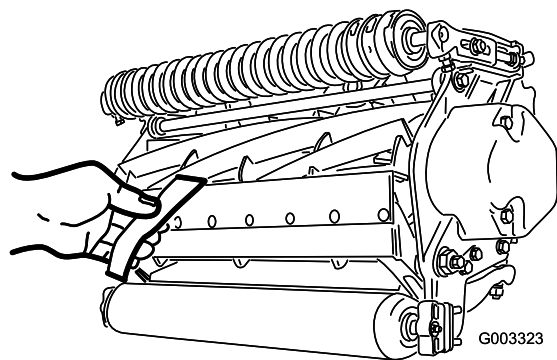

图13
10. 在滚刀与底刀间插入一长条剪切性能纸 Toro 零件号 125-5610 纸要与底刀垂直检测剪切性能图13。缓慢向前旋转滚刀滚刀应剪切检测纸。